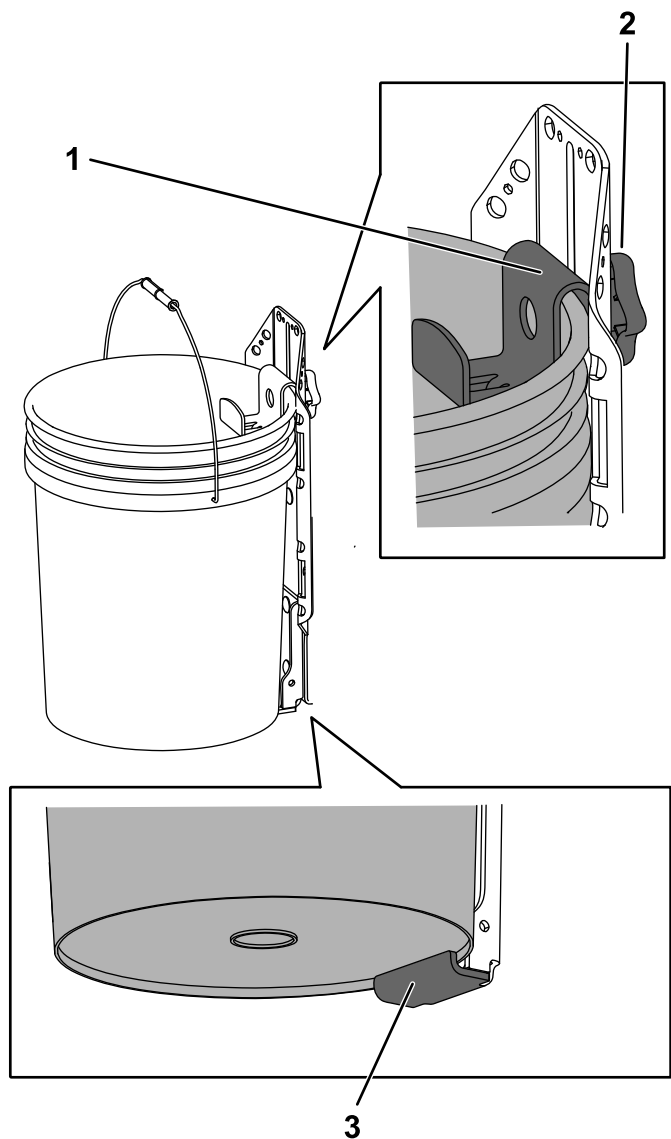

Figure 7
1. Desserrez le bouton et élevez le support supérieur. Resserrez le bouton pour le bloquer en place (Figure 7).
2. Engagez le rebord inférieur du seau sur le rebord inférieur du support soudé (Figure 7).
3. Desserrez le bouton et abaissez le support supérieur aussi loin que possible à cheval sur le bord du seau. Resserrez le bouton (Figure 7).